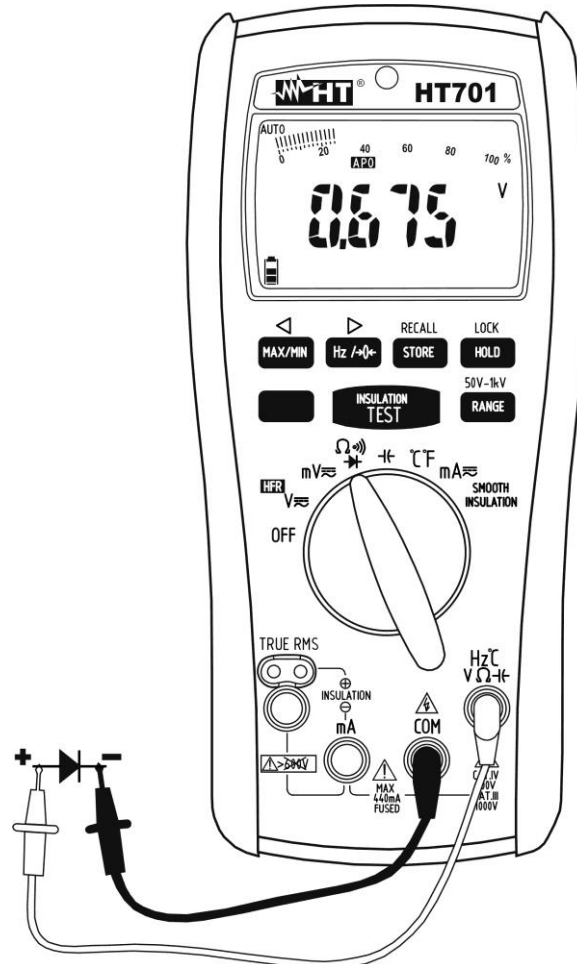

Abb. 7: Verwendung des Gerätes für Diodenprüfung
4. Stellen Sie die Messleitungen an den Enden der zu messenden Diode und dabei achten Sie auf die angegebene Polarität (siehe Abb. 7)
6. Wenn das Gerät die Meldung "**OL**" anzeigt, sind die Klemmen der Diode invertiert mit Bezug auf die Angabe in Abb. 7